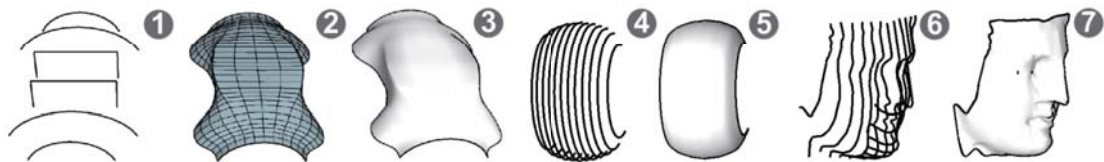

图 1.4.15 轮廓线成形
这是一种用一组轮廓线生成曲面的技术（须插件配合），在生成过程中同样可自动完成细分、折叠、平滑与柔化。特别是图 1.4.15 ①②③所示从轮廓线生成曲面的过程中可见，中间的两个矩形轮廓是如何跟两端弧形的轮廓自动生成自然平滑的过渡。图 1.4.15 ④⑤和⑥⑦所示两组标本也有同样的表现。